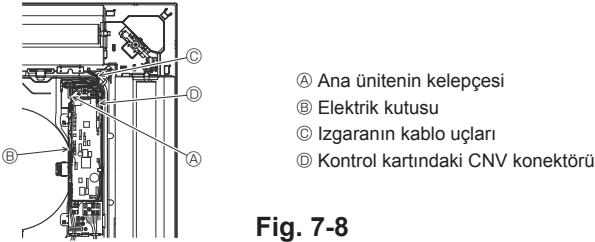

Fig. 7-8
7.4.4. Kablo bağlantısı (Fig. 7-8)